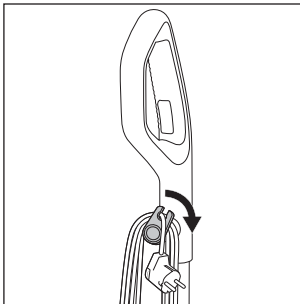

Fig. 12
- ♦ Desenrole totalmente o cabo de alimentação **17** dos suportes de cabo superior e inferior **16/20**. Para desenrolar rapidamente o cabo de alimentação **17** dos suportes de cabo **16/20**, puxe o suporte de cabo superior **16** um pouco para fora e rode-o para baixo (ver fig. 12).